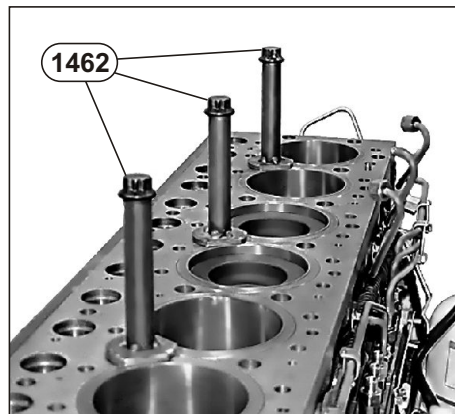

Рис. 24. Крепление гильз.
16. Закрепить гильзы, используя приспособление 1462 (см. Рис. 24).